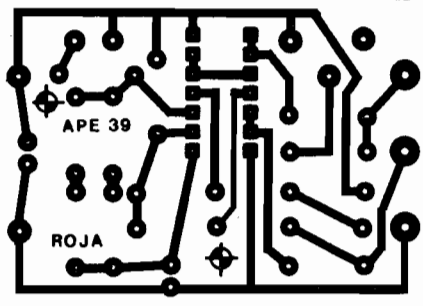

Fig. 2
- FIG. 2 - LAY OUT DO CIRCUITO IMPRESSO ESPECÍFICO - Como a quantidade de peças é reduzida, o próprio arranjo de ilhas e pistas apresenta suficiente "descomplicação" e baixo "congestionamento" para que sua realização fique ao alcance mesmo do Hobbysta ainda sem muita prática... Recomendam-se - certamente - os eternos cuidados, exaustivamente descritos em APE, para a traçagem, corrosão, limpeza, furação e verificação final do Impresso, tudo isso antes de começar as soldagens... Uma leitura atenta às INSTRUÇÕES GERAIS PARA AS MONTAGENS ajudará muito aos recém-Hobbystas... Lembrar sempre que, mesmo partindo de componentes corretos e perfeitos, polaridades certas, soldagens perfeitas, etc., um circuito NÃO FUNCIONARÁ se o seu substrato, a placa de Impresso, tiver uma merdinha de um defeitinho (lapso ou "curto" nos caminhos cobreados), quase invisível a olho nú...
nar corretamente as peças para soldagem... Alguma duvidazinha que "sobrar" poderá ser sanada a partir de uma leitura ao TABELÃO APE, sempre encartado nas primeiras páginas da Revista, lá junto às INSTRUÇÕES GERAIS (também permanentes...). Como sempre, enfatizamos que os maiores cuidados devem ser dispensados à colocação dos componentes polarizados (Integrado, diodos, capacitores eletrolíticos), mas também a relação valor/posição das demais peças tem grande importância (se dois resistores - por exemplo - um de 10K e um de 10M tiverem suas posições trocadas, o circuito não funcionará...). Um lembrete: os terminais do trim-pot vertical são mais grossos do que a média das "pernas" das demais peças, necessitando assim de uma furação de maior calibre, na placa, para a devida inserção (observem, na fig. 2, que as "ilhas" destinadas aos pinos do dito trim-pot são mais "taludas", justamente para permitir furações de maior parâmetro). Algumas ilhas periféricas (junto